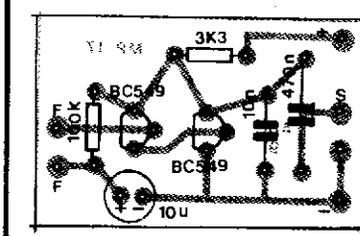

Fig. 4
- FIG. 4 - "Chapeado" da montagem, ou seja: a visualização estilizada de todas as peças já posi-